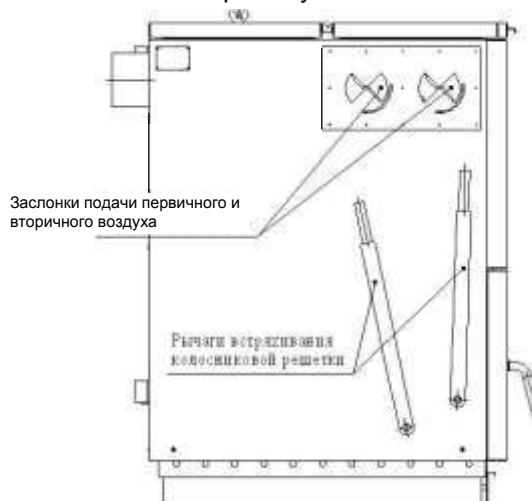

Рис. 20 Заслонки первичного и вторичного воздуха 60-100 кВт
- Для котлов типа 12-45 кВт первичный и вторичный воздух подаются через регулируемую воздушную заслонку дверцы зольной камеры. Для котла типа 60-100 кВт – через заслонки, расположенные на боковых стенках котла (см. рисунок 20);
- Установить рычаг встряхивания колосниковой решетки в рабочее положение (См. рис. 20,22)